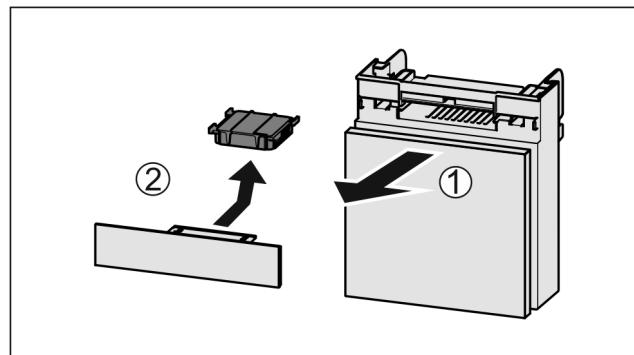

Fig. 200
- ▶ 向前拉出 Fig. 200 (1) 抽屉。
- ▶ 取出 Fig. 200 (2) 活性炭过滤器。